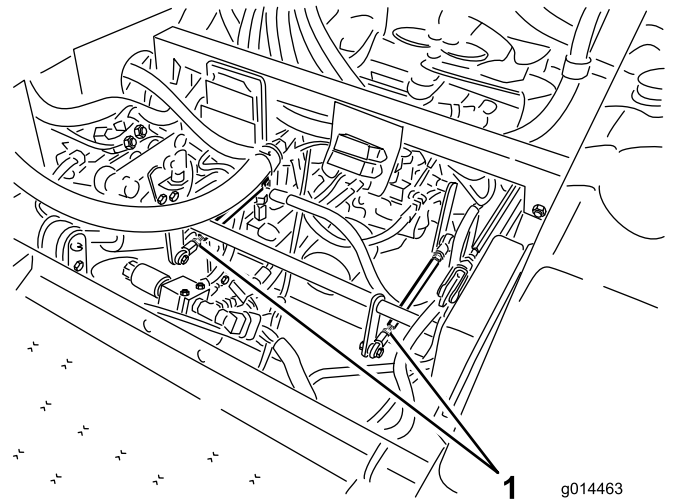

Bild 50
- Wenn sich der linke Hinterreifen dreht, lockern Sie die Klemmmuttern auf der linken Seite der Getriebeschaltstange (Bild 50).